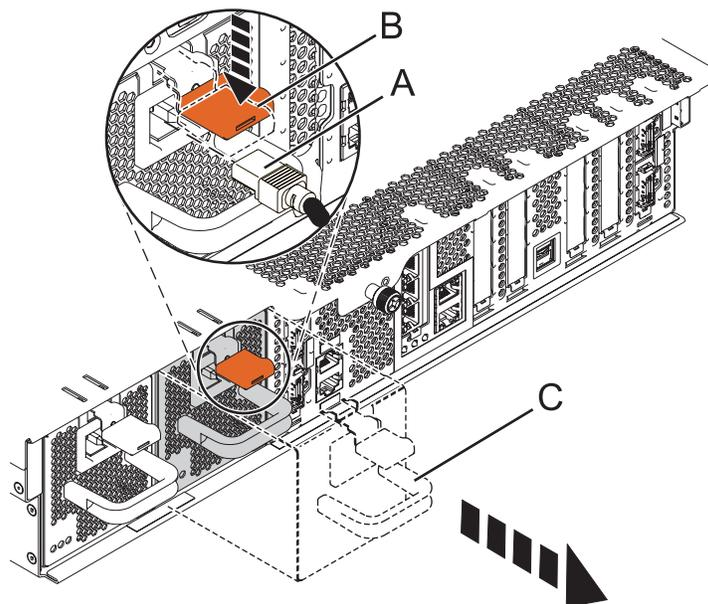

Figure 5. Retrait de l'alimentation électrique d'un modèle monté en armoire
7. Débranchez le câble d'alimentation (**A**) avant de l'alimentation électrique comme indiqué à la figure 5, à la page 8.